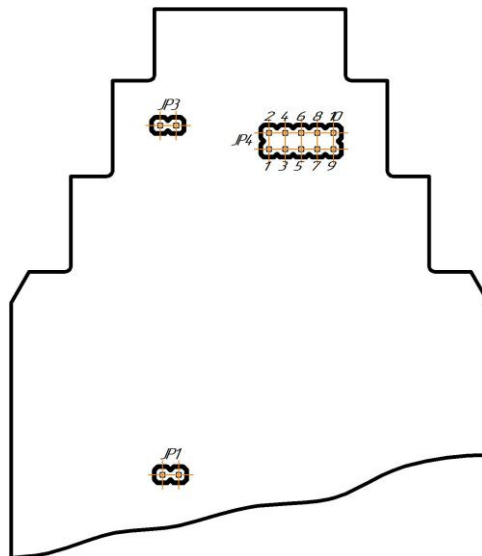

Рисунок 5.1 – Положення перемичок на платі модуля (корпус модуля знято)
4.3.6.1 Знеструмити модуль, зняти з шини та встановити перемичку JP1 (положення – див. рис. 5.1), після чого встановити модуль назад на шину. Модуль перейде в режим конфігурації налаштувань мережі, про що свідчить миготіння світлодіоду "PWR" на передній панелі приладу.